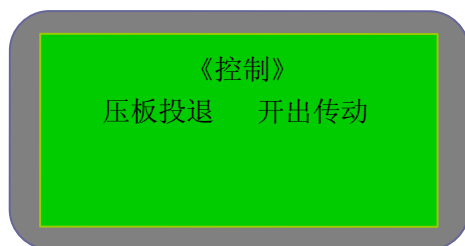
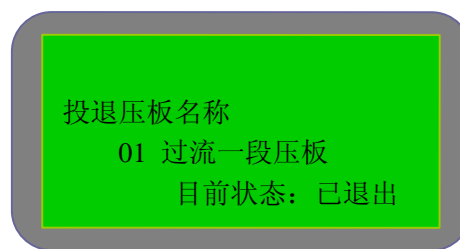

图 5-5
图 5-5-1
- 控制: 在主菜单选择“控制”, 进入控制界面, 如图 5-5。有两个选项: 压板投退(软压板投退)、开出传动(测试出口)。选择压板投退如图 5-5-1, 按“上移”键或“下移”键选择所要投退的压板, 选定压板后出现界面 5-5-2, “确认”键为投压板; “退出”键为退压板, 操作须输入密码 8888; 选择开出传动与压板投退的操作方法相同。